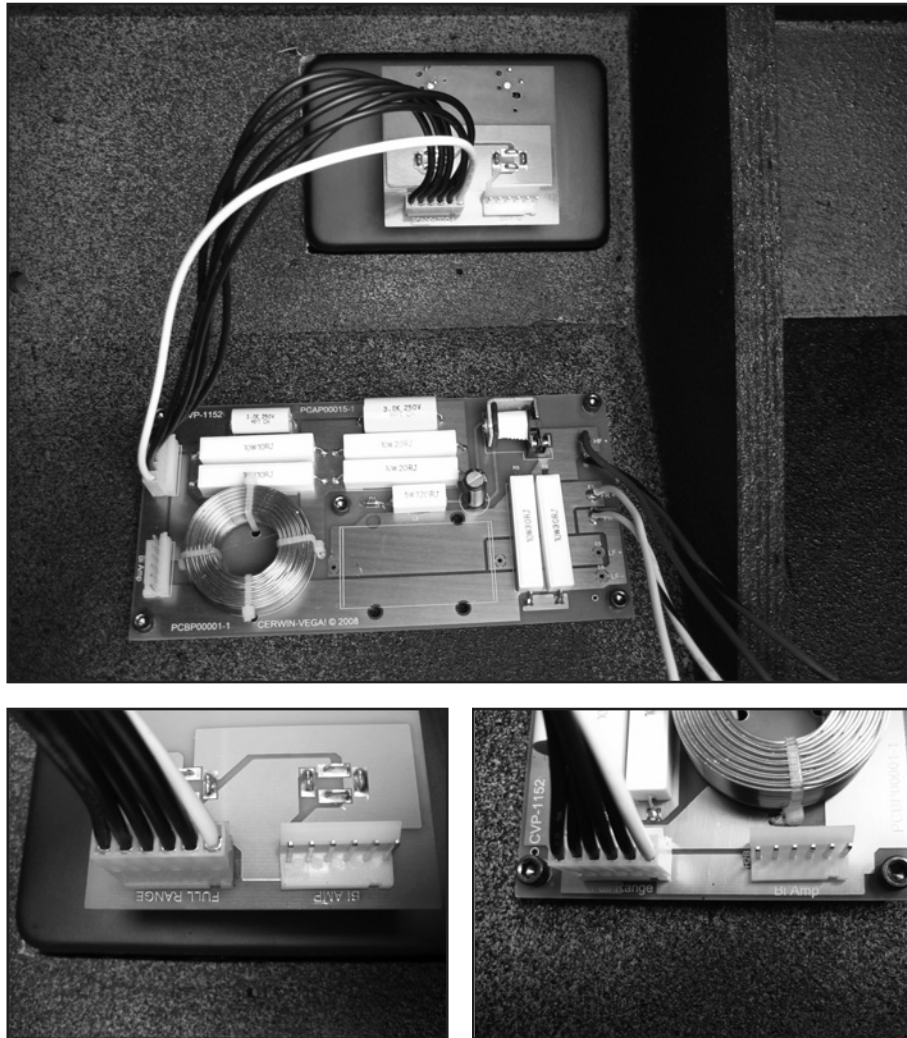

Figura 1, Full Range Mode
2. Mueva el arnés de cables de "FULL RANGE" a "BI AMP" en la tarjeta de circuitos de entrada y en la tarjeta de circuitos de crossover. (Figura 1, Full Range Mode)